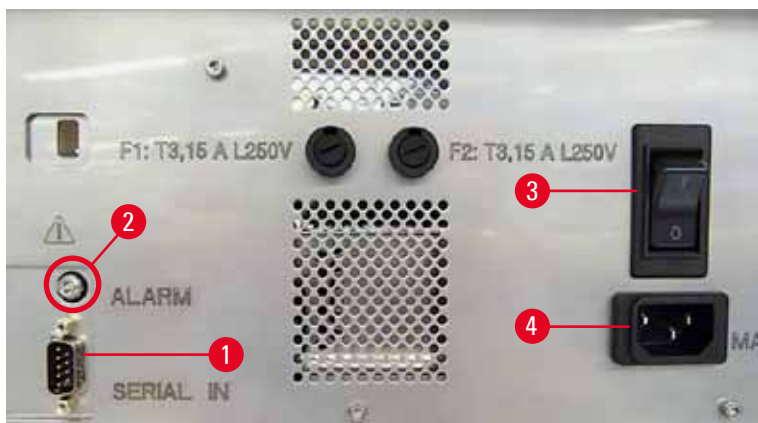

Fig. 27
① Le connessioni elettriche si trovano sul pannello posteriore dello strumento (→ "Fig. 27").